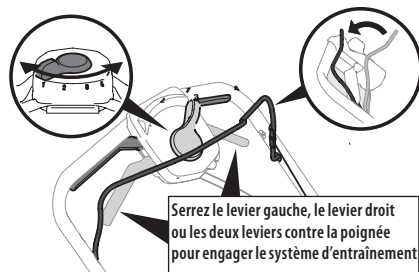

Figure 30
1. Lorsque le moteur est en marche, maintenez la commande de la lame engagée, puis serrez un levier ou les deux leviers de la commande d'entraînement contre la poignée supérieure pour faire avancer la tondeuse. Voir Figure 30.